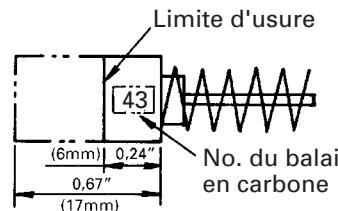

Fig. 8
## 2. Inspection des balais en carbone (Fig. 8)
**REMARQUE:** Utiliser le balai en carbone HITACHI No. indiqué sur la Fig. 8.